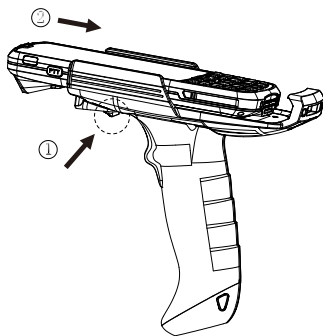

Рис. 1
Монтаж: монтаж PDA осуществляется по шагам ①②, указанным в Рис.1.